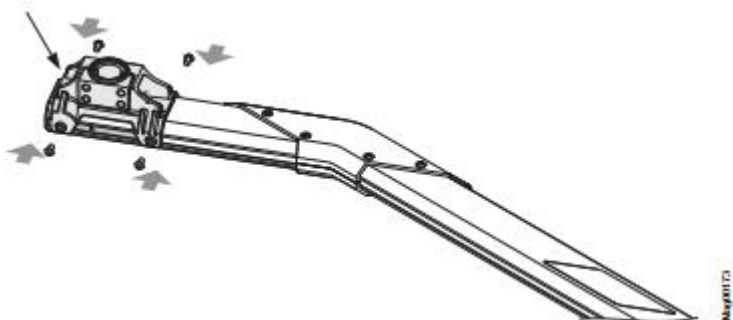

图 29 安装回转
17. 将回转安到栏杆臂的另一端。观察两个螺母的位置。回转上突出较端的一侧必须指向栏杆臂末端。→请参照 47 页, 图 29。